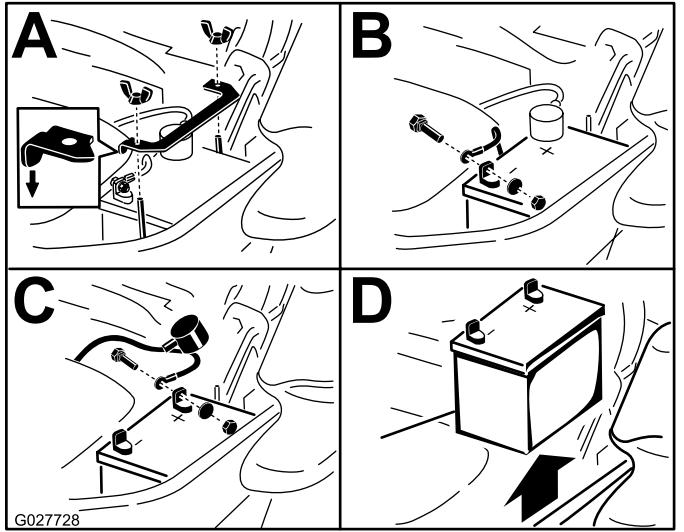

Figure 56
- Retirez la batterie, comme montré à la Figure 56.
Remarque: Placez la batterie dans son support en tournant les bornes à l'opposé du réservoir hydraulique (Figure 56).